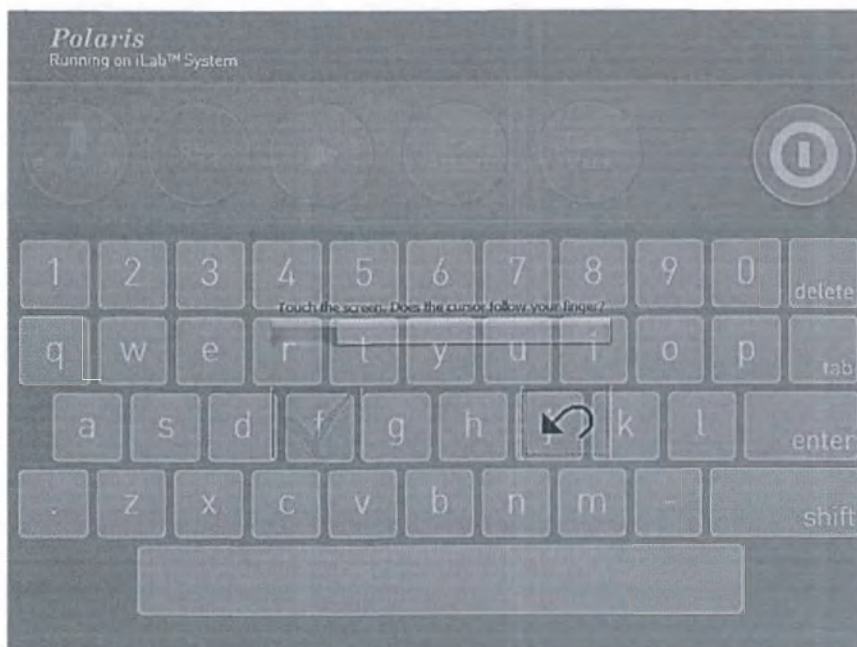

Рисунок 3-2: Подтверждения курсора экрана
3. Плотно коснитесь экрана и определите, следует ли курсор за пальцем. Если курсор следует за пальцем, нажмите кнопку с зеленой галочкой, чтобы завершить калибровку. См. Рисунок 3-2.